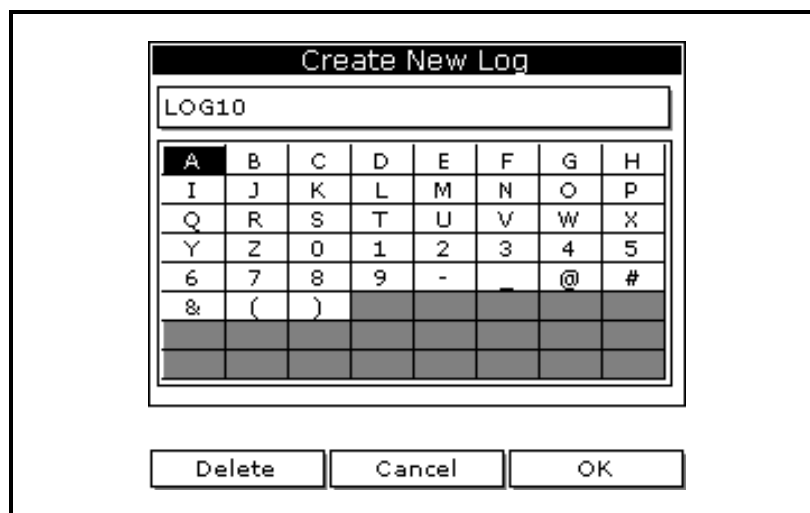

图 3-7 : New Log (新建日志) 窗口
3. 使用方向键滚动至 New Log (新建日志)，然后按 [ENTER] (进入)。随即会出现一个类似于下图 3-7 的屏幕。